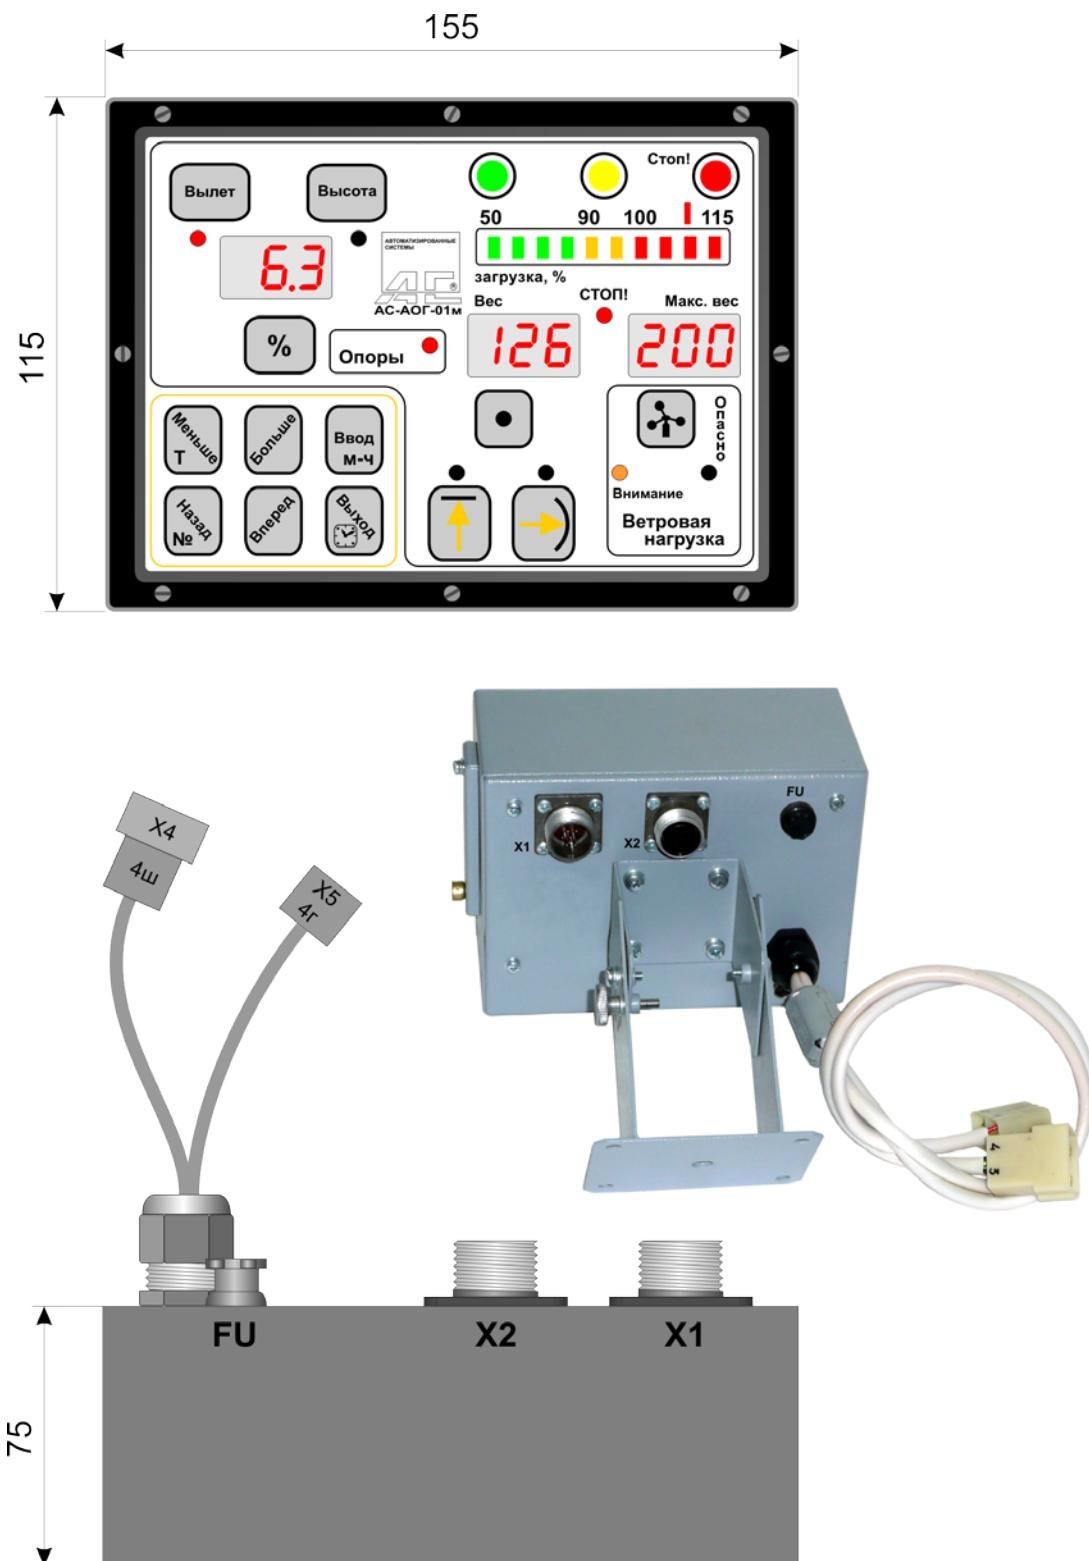
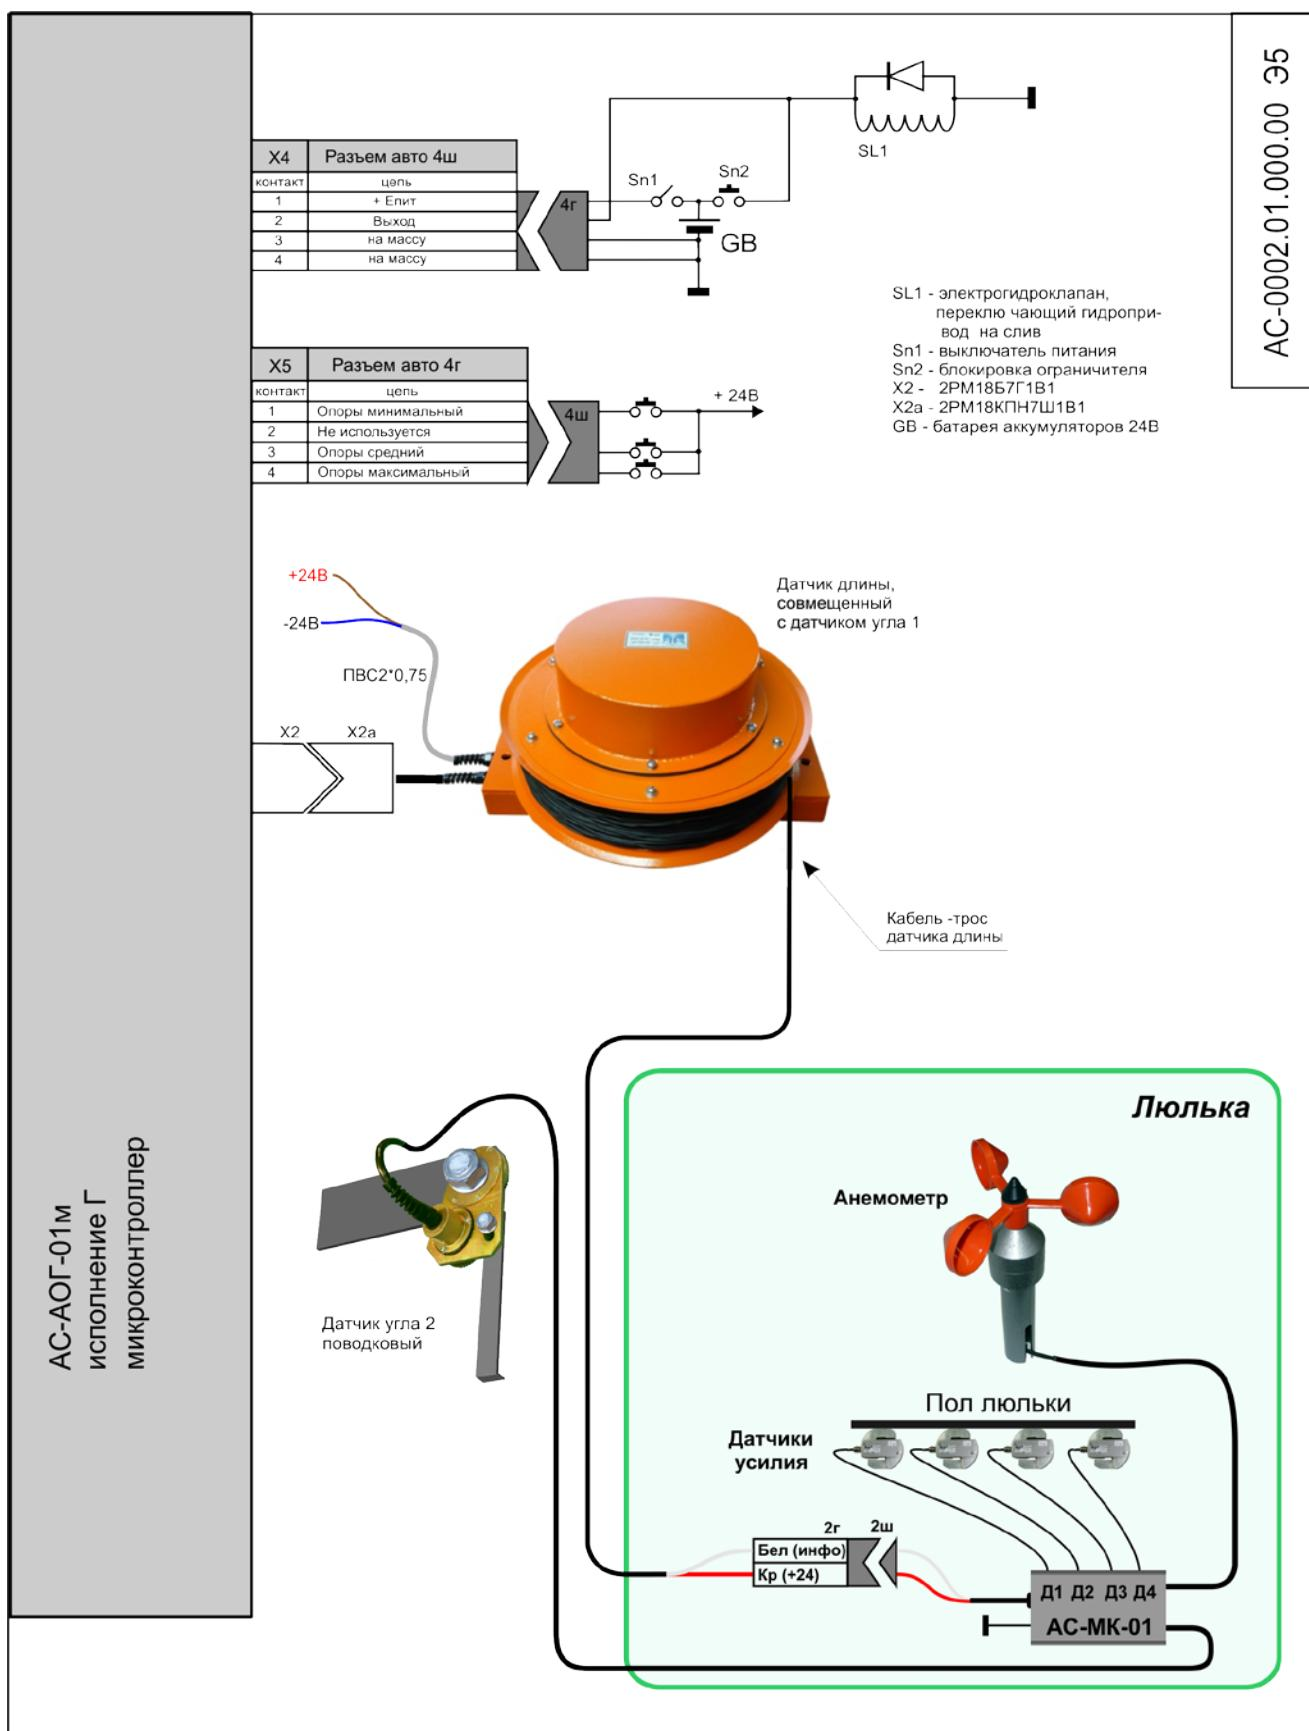

Рис.2
Рис.3
- 1) блок АОГ, включающий "Регистратор параметров" 1 шт, рис.2;
6.1. Описание работы проводится по схеме подключения рис.3.
Подсоединение АОГ к электрооборудованию подъёмника должно быть произведено в соответствии со схемой подключения рис.3, а именно к разъемам X4,X5(X6-если установлены сенсоры на ручках управления, Приложение 7) расположенным на тыльной стороне блока АОГ (рис.2), на задней стенке.
6.3.3. К блоку питания относятся 2 предохранителя FU1 и FU, рис.2. Самовосстанавливающийся предохранитель FU1 (1A) размещен внутри блока и предназначен для защиты внутренних электронных цепей блока АОГ, а плавкий предохранитель FU (5A), размещен на задней стенке блока АОГ и предназначен для защиты цепей управляющих реле от короткого замыкания. Питание реле осуществляется независимо от внутренних электронных цепей блока АОГ.
6.4. Блок АОГ включает в себя модуль индикации и управления (одна плата), вычислительный модуль, модуль ввода цифровых и аналоговых сигналов, модуль АЦП, модули "Регистратора параметров", блока питания и реле (все на одной плате), рис.2.
В обычной практике применения подъёмника достаточно использовать подключение по схеме Рис.3, а для вывода подъёмника из режима ограничения использовать кнопку Sn2-БЛОКИРОВКА ОГРАНИЧЕНИЙ.
7.4. Подключение составных частей, а также подключение системы АОГ к системе электрооборудования подъёмника производите в соответствии со схемой подключения АС-0002.00.000.00м Э5, рис.3.